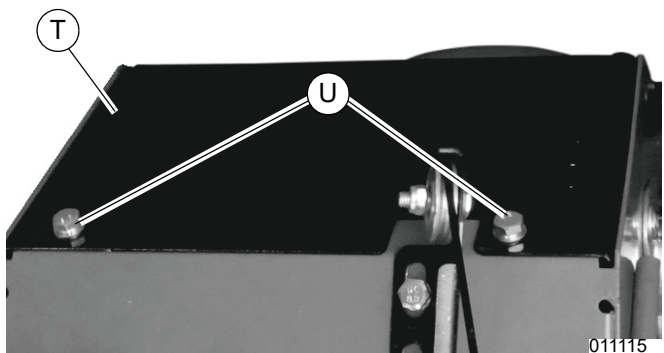

Figure 4-37. Remontage du carter de transmission
11. Voir Figure 4-37. Attacher le carter de transmission (T) avec deux vis (U).